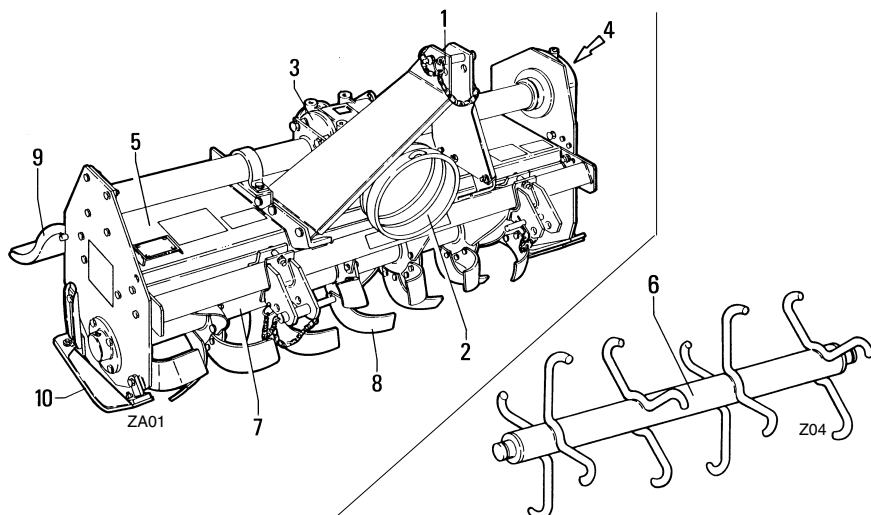

fig. 1.3.1
1.3 - Main parts (fig. 1.3.1)
1.3 - Parti principali (fig. 1.3.1)
Key to the main parts in fig. 1.3.1
Legenda parti principali fig. 1.3.1